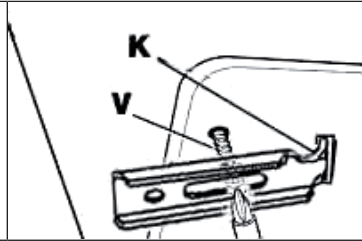

Ilustración 7
- Retire las tiras de protección de la junta. Pase los ganchos por la carcasa correspondiente (K) de la placa de cocción e introdúzcalos por el orificio de la carcasa. Fije la junta con los tornillos de fijación correspondientes (V) (véase ilustración 7).
- Para acceder a la placa de terminales y al cable de alimentación, es necesario desmontar la placa de cocción soltando los tornillos de fijación correspondientes (V) de la carcasa (consultar ilustración 7).